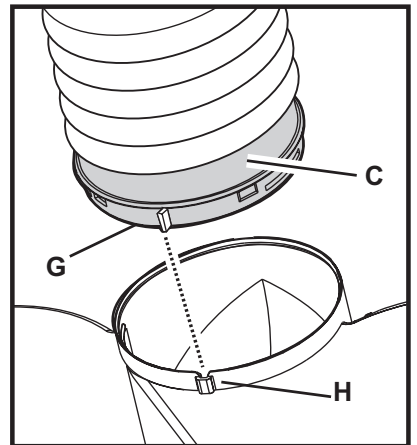

Fig. 6 - Abb. 6 - Afb. 6
9. Auf den mitgelieferten Anschlussring **C** ein Abluftrohr montieren, vorzugsweise mit einem Durchmesser, welcher dem des Anschlussrings entspricht (Abb. 6). Das Abluftrohr muss lang genug sein, um bis nach außen zu reichen (Abluftversion) bzw. bis an die Decke des Hängeschanks (Umluftversion).